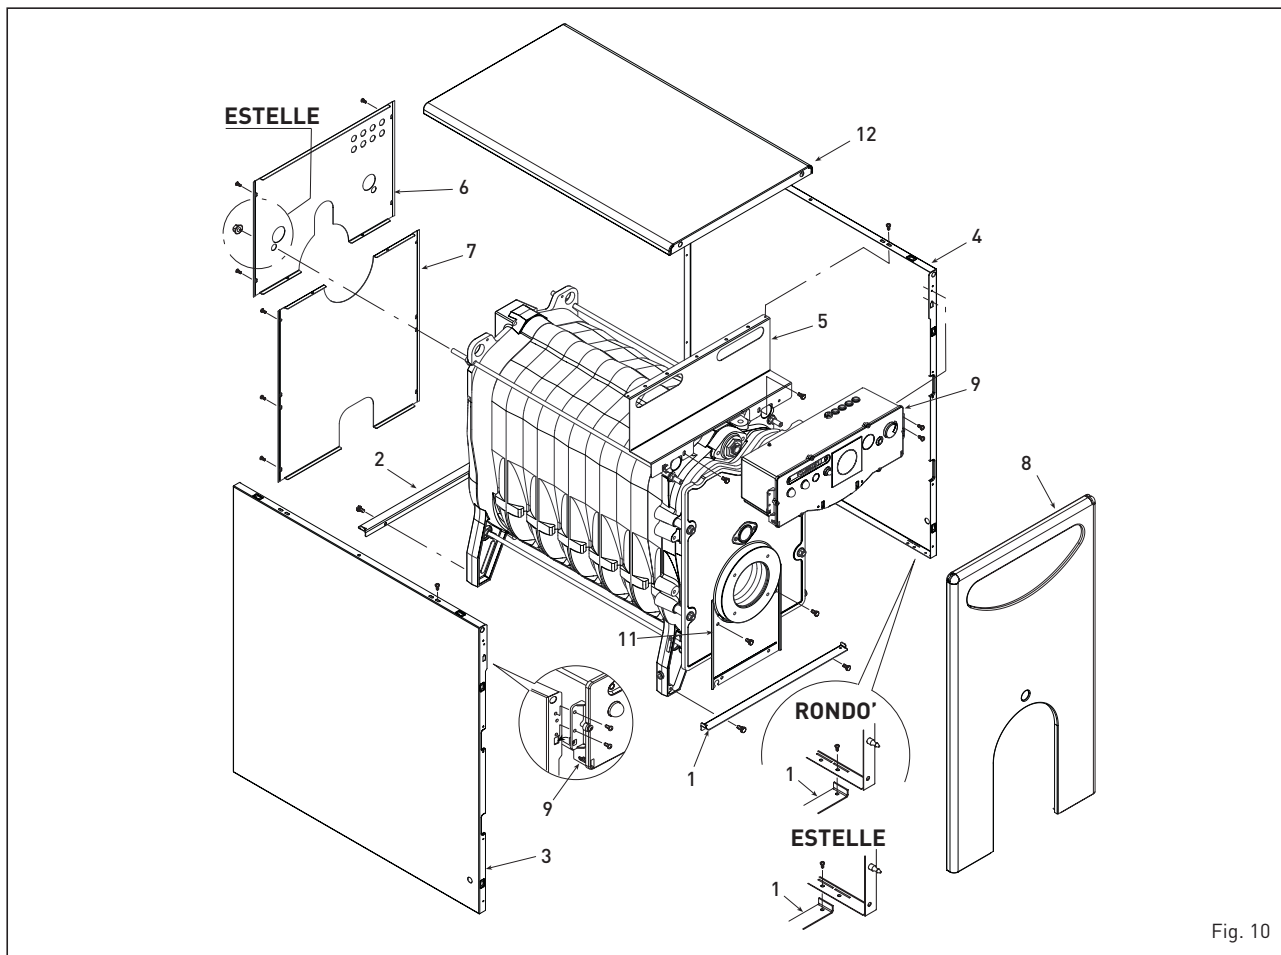

Fig. 10
3.3.3 Smontaggio mantello (fig. 10)
lo eseguire progressivamente le seguenti operazioni (fig. 10):